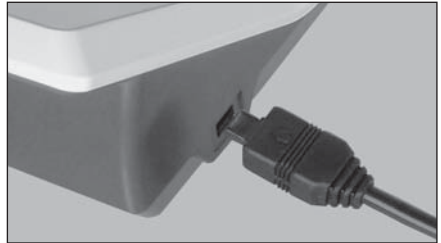

Fig. 1
- 1) Posicione el enchufe adaptador CA de forma que la marca ➔ esté por su parte posterior, insértelo luego en el enchufe adaptador CA por el lado de la unidad de control. (Fig.1)